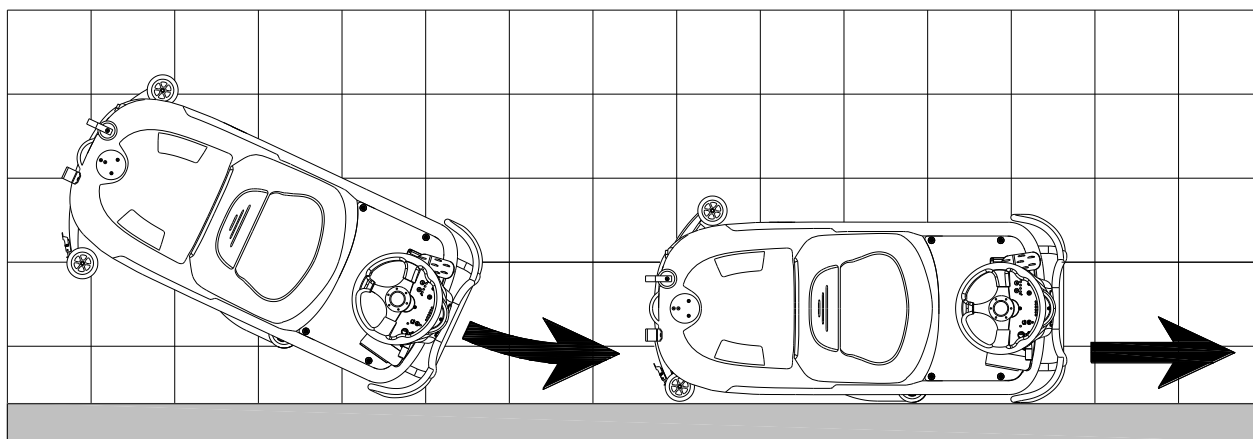
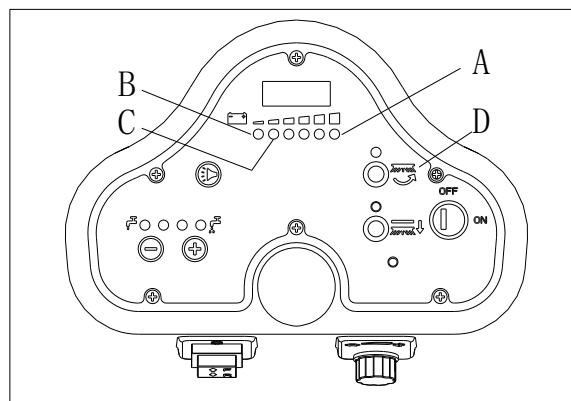

Figura 11
Figura 12
Para un fregado /secado del suelo por el lado de las paredes, le sugerimos que se acerque a las paredes por el lado derecho (lado de la rueda parachoques) de la máquina como se muestra en la Figura 11.
Cuando la luz verde está encendida (A, Figura 12), las baterías tienen suficiente energía para que la máquina funcione con normalidad; cuando todas las luces verdes están apagadas, la luz amarilla (C, Figura 12) está encendida, la carga de las baterías es demasiado baja, por favor cárguelas; cuando la luz roja parpadee (B, Figura 12), las baterías están descargadas, el motor aspirador y el motor del cepillo se apagarán automáticamente unos segundos más tarde, por favor lleve la máquina para cargar las baterías inmediatamente.
Si el sistema de aspiración se apaga accidentalmente (por ejemplo, cuando el flotador se activa debido a un movimiento brusco de la máquina), para reanudar la operación: apague el sistema de aspiración pulsando el interruptor (D, Figura 12), a continuación, abra la tapa (A, Figura 11) y compruebe que el flotador dentro de la rejilla (B) ha bajado al nivel del agua. Luego cierre la tapa (A) y ponga en marcha el sistema de aspiración pulsando el interruptor (D, Figura 12).
2. Levante la grupo de cepillo del portacepillos/porta-discos (H, Figura 12) pisando el pedal (G).
3. Levante la boquilla de aspiración usando la palanca (H).
5. Vacíe el depósito de agua sucia usando la manguera (D).